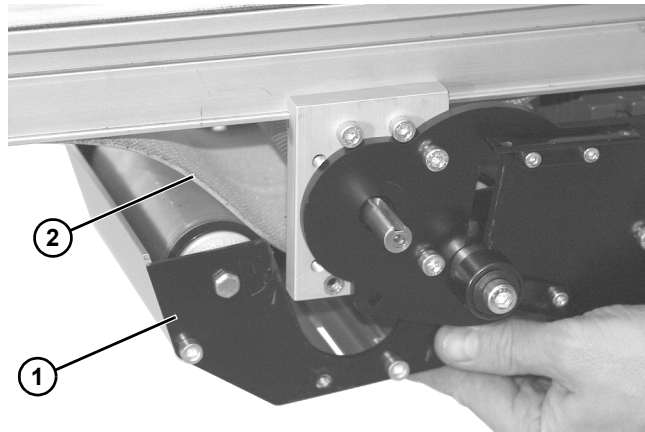

Figura 54
3. Baje y retire el módulo mid drive (Figura 54, parte 1) de la banda (Figura 54, parte 2).